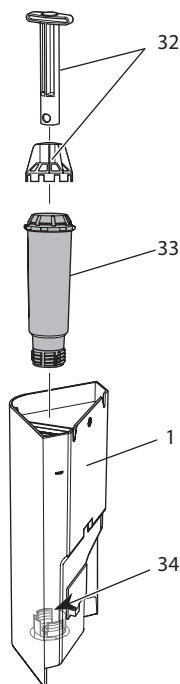

Fig. 18: Vissage/dévisissage du filtre à eau
7. Mettre un nouveau filtre en place dans le réservoir d'eau (voir Fig. 18).
2. Retirer le filtre à eau (voir Fig. 18).